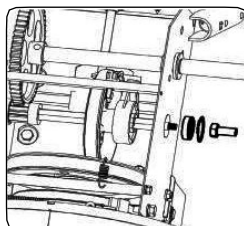

Рисунок 47
3. Осторожно снимите шестигранную гайку и шайбу, см. Рисунок 47, фиксирующую шестигранный вал к раме снегоуборочной машины и слегка стукните по концу вала, чтобы выпал шариковый подшипник с правой стороны рамы.